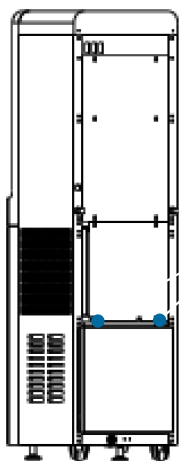
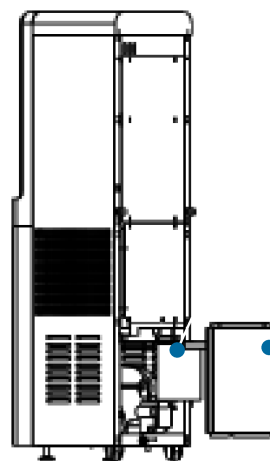

Figure 6 · Dévissez les vis du capot arrière
Figure 7 · Desserrez le capot arrière et sortez le réservoir inférieur
4. À l'aide d'un tournevis, retirez les deux vis du capot arrière (figure 6). Saisissez la poignée du réservoir inférieur et tirez-le lentement vers vous. Ne débranchez ni les tuyaux ni les connecteurs. Videz l'eau restante du réservoir en l'inclinant (figure 7).
2. À l'aide d'un tournevis, retirez les deux vis du capot arrière (figure 6).
3. Saisissez la poignée du réservoir inférieur et tirez-le lentement vers vous. Débranchez les tuyaux et les connecteurs, puis videz l'eau restante du réservoir en l'inclinant (figure 7).
2. À l'aide d'un tournevis, retirez les deux vis de la plaque arrière (figure 6).
3. Saisissez la poignée du réservoir inférieur et tirez-le à moitié vers vous. Ne débranchez ni les tuyaux ni les connecteurs (figure 7).